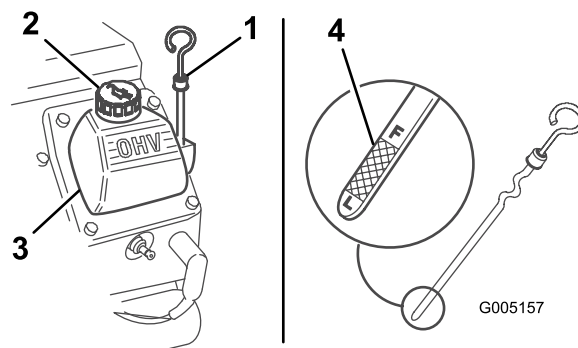

Рисунок 23
3. Очистите область вокруг измерительного щупа (Рисунок 23).
4. Вытяните масломерный щуп и вытрите металлический конец насухо (Рисунок 23).
5. Вставьте щуп в масломерную трубку до упора (Рисунок 23).
- В случае низкого уровня масла очистите область вокруг крышки маслозаливной горловины и снимите крышку (Рисунок 23).
- Снимите крышку маслозаливной горловины (Рисунок 23) и медленно залейте примерно 80% от указанного количества масла через крышку клапана.